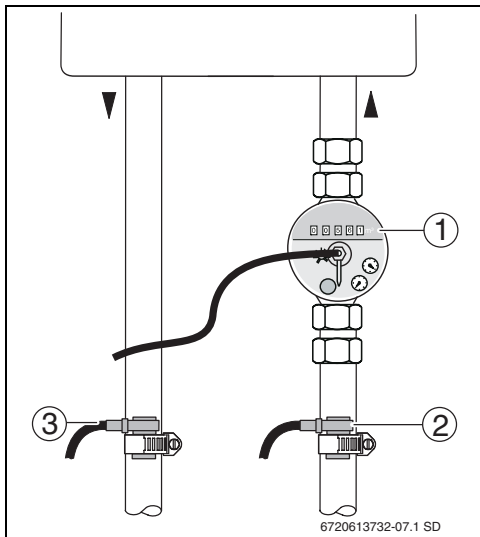

Fig. 11 Montajul piesei de măsurare debit volumic și al senzorului pentru temperatură
- ▶ Integrați piesa de măsurare a debitului volumic electric de dedesubtul stației solare în returul solar (Fig. 11, poz. 1). Cu această ocazie respectați direcția de curgere și poziția montajului (capul contorului nu trebuie să arate în jos).
- ▶ Fixați senzorul pentru temperatură pentru returul solar (Fig. 11, poz. 2) cu bridele atașate.
- ▶ Fixați senzorul pentru temperatură pentru turul solar (Fig. 11, poz. 3) ci bridele atașate.